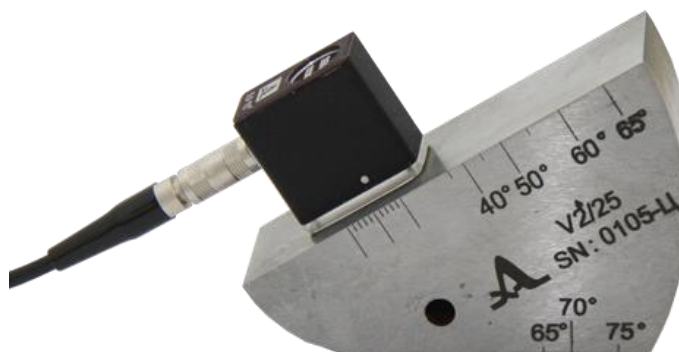
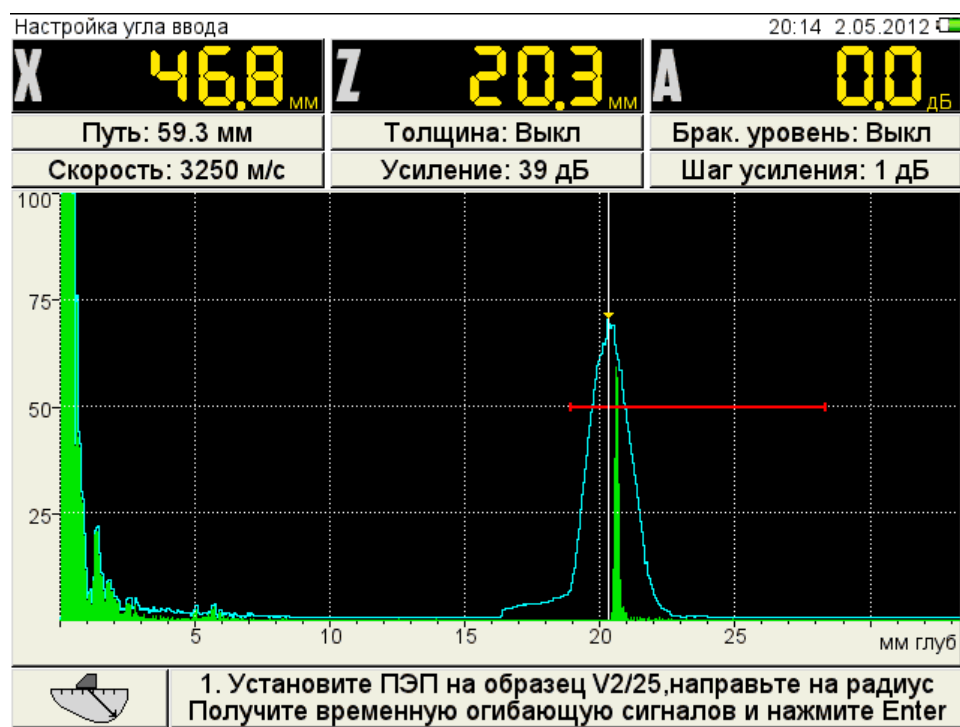

Рисунок 9
Рисунок 10
- для определения задержки в призме преобразователя просканировать радиусную часть (R50) образца V2/25 со стороны длинной грани (рисунок 9), получить временную огибающую сигналов (рисунок 10) и нажать клавишу  ;